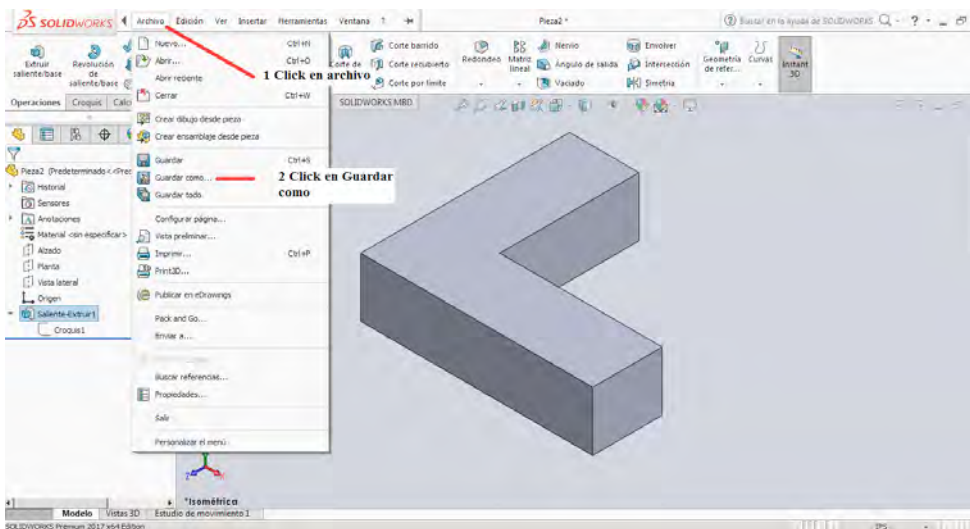

Figura 1-19
1. Click en Archivo que desplegara una ventana hacia la parte inferior como se muestra en la figura 1-19